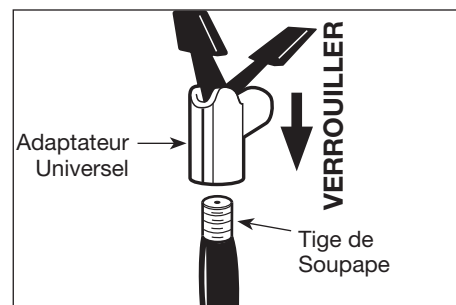

Figure 4 - Verrouiller bien l'adaptateur universel
2. Lorsque l'adaptateur universel est bien fermement en place, enfoncez le levier de verrouillage. (Voir la figure 4).